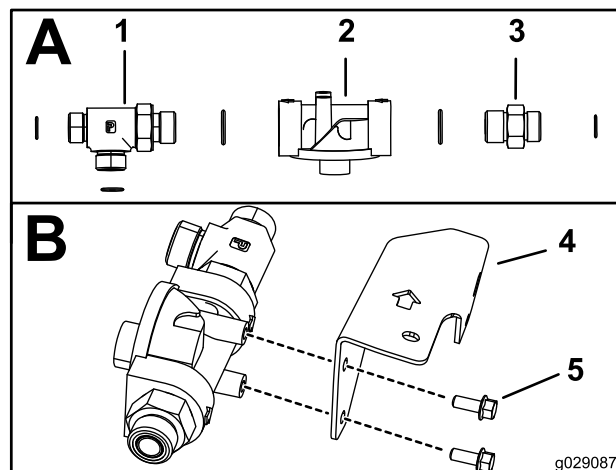

図 11
1. 図 11 の A に示すように、フィルタヘッドアセンブリに T 字フィッティング 5/8 x 5/8 x 3/4 インチ、オス、アダプタフィッティング 5/8 x 3/4 インチ、オス、O リングを取り付ける。
2. フィルタヘッドをブラケットに取り付けるボルト 1/4 インチ 2 本を使用し、図 11 の B のように取り付ける。